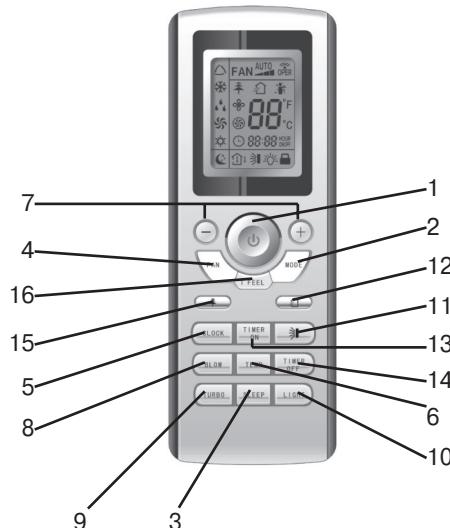

Рис. 5.1 Пульт управления
5.1 Пульт управления (Рис. 5.1.)